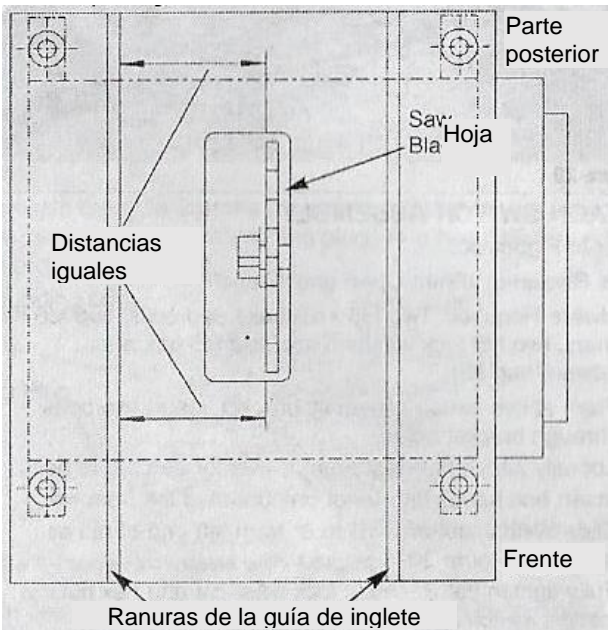

Figura 21: Alineación de las ranuras de la guía de inglete con la hoja.
- Mida la distancia entre el diente de la hoja y el tablón. Si el diente está en la misma posición respecto de la ranura de la guía de inglete, quiere decir que la mesa está paralela con la hoja de la sierra. Para resumir, las ranuras de la guía de inglete deben quedar paralelas con la hoja. Esto significa que al medir la distancia entre la hoja y la guía de inglete, ésta debe ser igual tanto en la parte frontal de la hoja como en la parte posterior de la hoja (véase la figura 21).